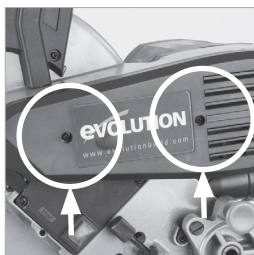

Fig. 46
- Pour avoir accès au boîtier de transmission, retirez le capot en plastique en dévissant les deux (2) vis cruciformes qui le retiennent en place (**Fig. 46**)